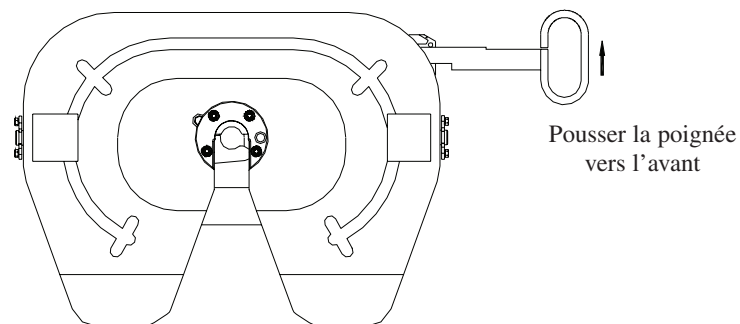

Figure 10. Ouverture de la sellette
3. Repousser la poignée de la sellette vers l'avant du véhicule sur environ 25 mm (voir figure 10).